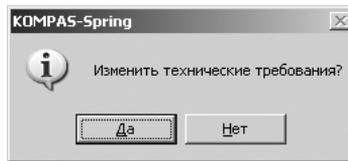

Рис. 4.64. Диалоговое окно **KOMPAS-Spring**
- щелкните в диалоговом окне **Параметры построения** с выбранным типом чертежа – **Деталировочный чертеж** по кнопке **OK**. Появится соответствующее диалоговое окно **KOMPAS-Spring**, представленное на рис. 4.64;